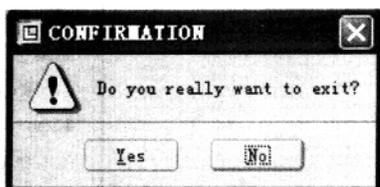

图 1-7 “确认”对话框
(1) 选择主菜单中的“File (文件)→Exit (退出)”项。
(2) 单击 Pro/ENGINEER 系统右上角的  按钮。此时系统将弹出“确认”窗口，如图 1-7 所示，提示用户是否真的退出。单击“Yes”按钮即可退出；单击“No”可以返回系统继续工作。